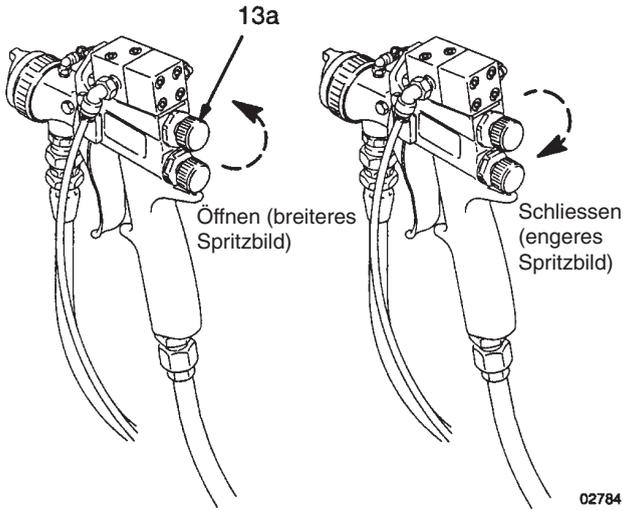

Fig. 12
- E. Spritzbildeinstellventil (13a) öffnen, d.h. voll gegen Uhrzeigersinn drehen. Siehe Abb. 12.